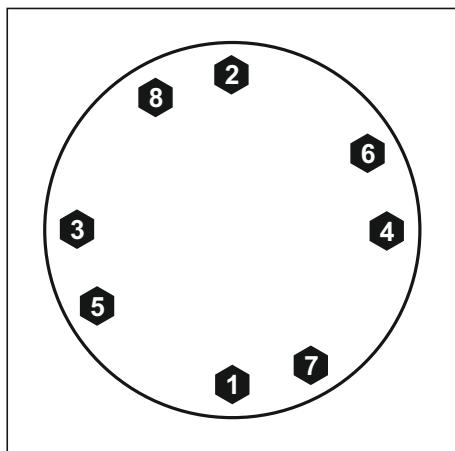

Рис. 110. Порядок затяжки болтов крепления маховика.
3. Ввернуть болты и затянуть рекомендуемым моментом в порядке, указанном на Рис. 110: